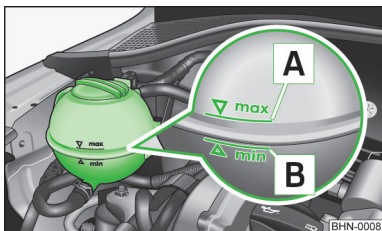

Abb. 137
Zum Nachfüllen nur das Frostschutzmittel verwenden, dessen Bezeichnung auf dem Kühlmittelausgleichsbehälter aufgeführt ist » Abb. 137 auf Seite 173.
- Das Kühlmittel nicht über die Markierung **A** auffüllen » Abb. 137 auf Seite 173.
- › Den Kühlmittelstand am Kühlmittelgleichsbehälter prüfen » Abb. 137.